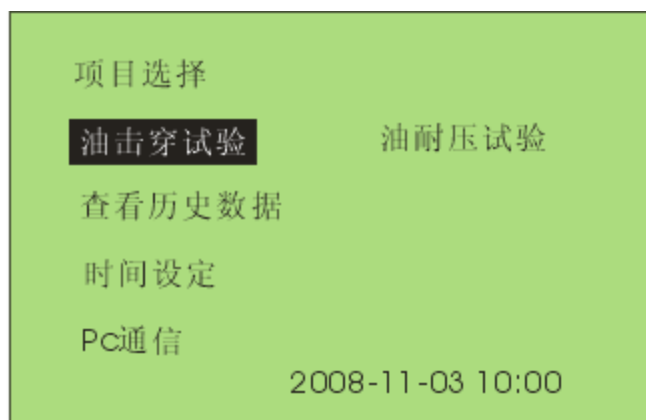

图 2.1 仪器主界面
- 6 合上电源开关，仪器出现欢迎界面后，自动转入主界面如图 2.1 所示。